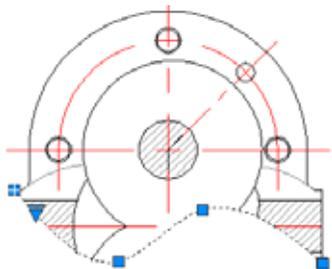

图 2-72
- 样条曲线拟合 : 该模式是使用曲线拟合点来绘制样条曲线，如图 2-72 所示。